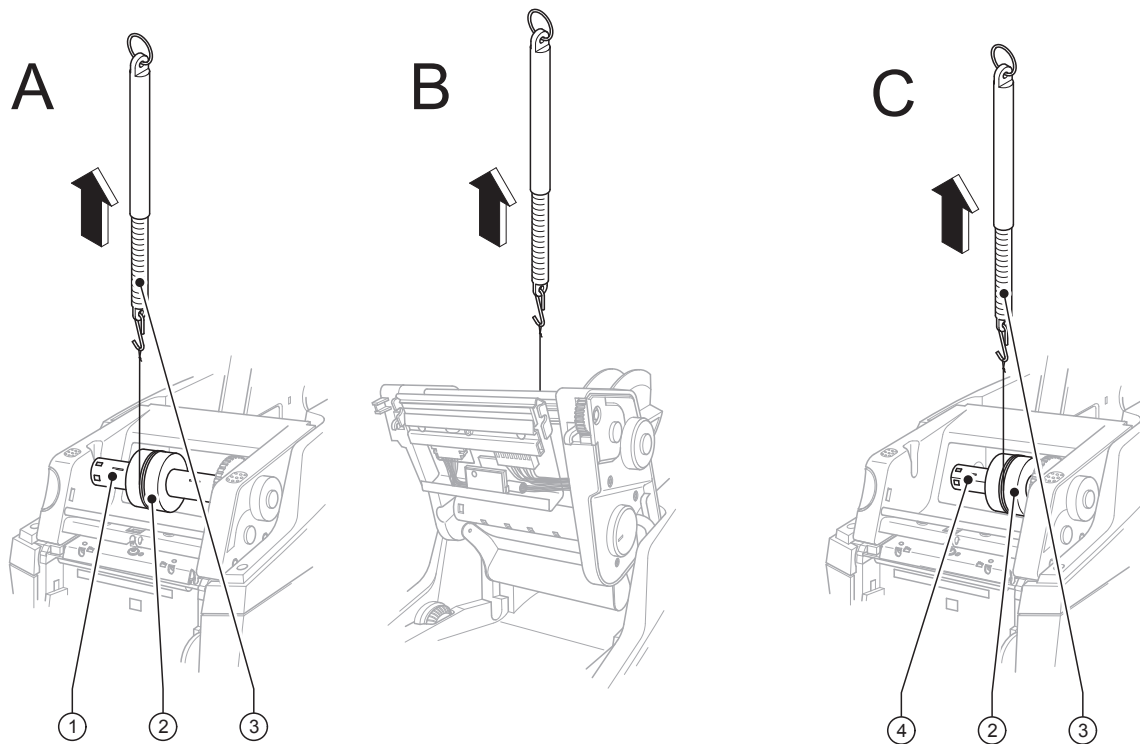

Bild 13 Wickelmoment am Auf- und Abwickler Transferfolie messen
1. Schnur mehrmals um Prüfkörper wickeln (► Bild 13 C auf Seite 19) und diesen auf den Transferfolienhalter am Abwickler (4) aufstecken. Dabei müssen die Federnasen des Transferfolienhalters in die kleinere Nut des Prüfkörpers einrasten.
1. Schnur mehrmals um Prüfkörper wickeln (▷ Bild 13 A auf Seite 19) und diesen auf den Transferfolienhalter am Aufwickler (1) stecken. Dabei müssen die Federnasen des Transferfolienhalters in die kleinere Nut des Prüfkörpers einrasten.
2. Federwaage [10 N] (3) am Schnurende befestigen, senkrecht nach oben bewegen, bis sich der Prüfkörper zu drehen beginnt.
5. Zur Messung des Wickelmomentes für die Bremse den Aufwickler (1) vom Antrieb trennen. Entriegelungstaster drücken, Druckkopfbaugruppe hochklappen, Messvorgang wiederholen (▷ Bild 13 B auf Seite 19).